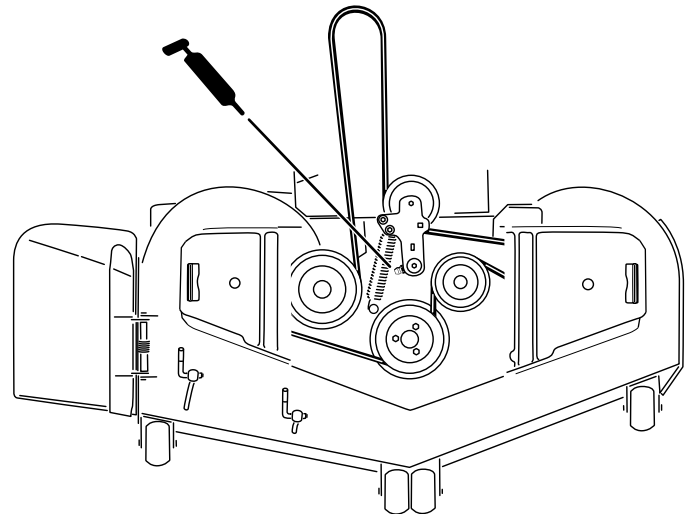

Figure 45
3. Graissez le pivot de la poulie de tension du tablier de coupe jusqu'à ce que la graisse ressorte par le bas (Figure 45).